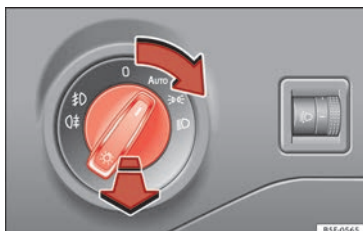

Fig. 36 Planche de bord : commande des feux.
- Tournez l'interrupteur dans la position désirée » **fig. 36**.